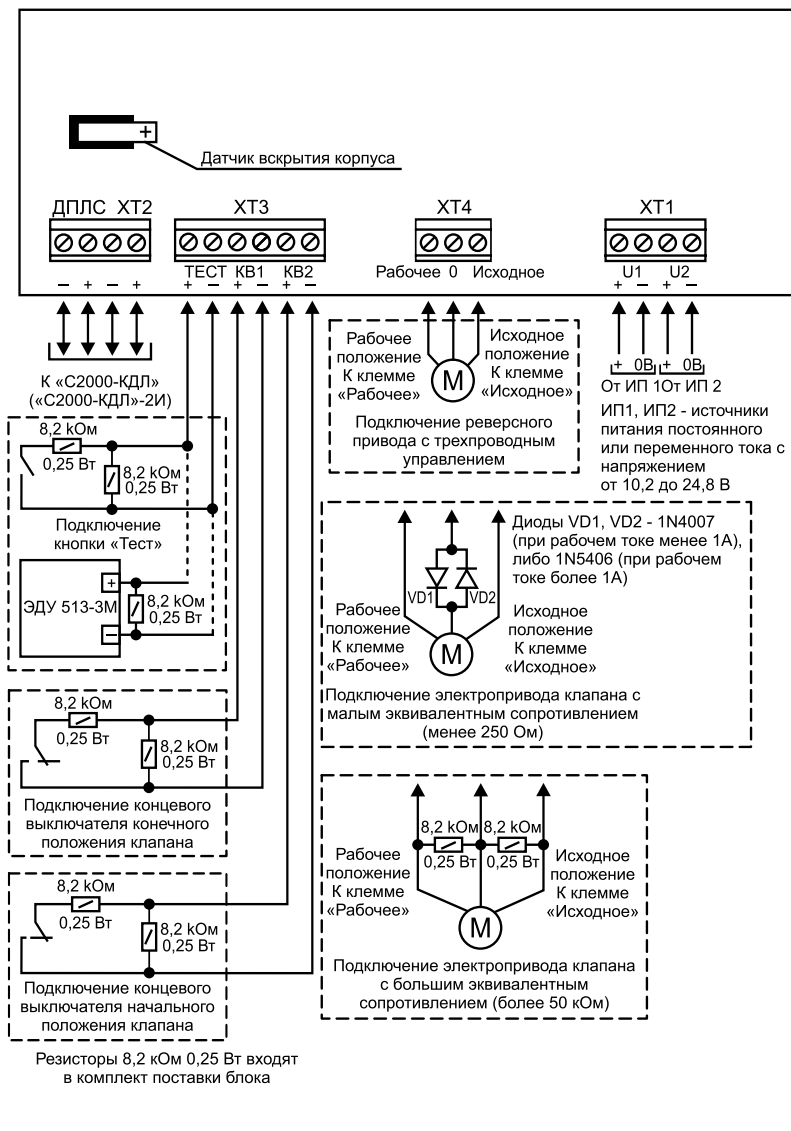

Рисунок 12. Схема внешних соединений блока «С2000-СП4/24»
2.2. Подключение соединительных линий производите в соответствии с проектной документацией и схемой на Рисунок 12.